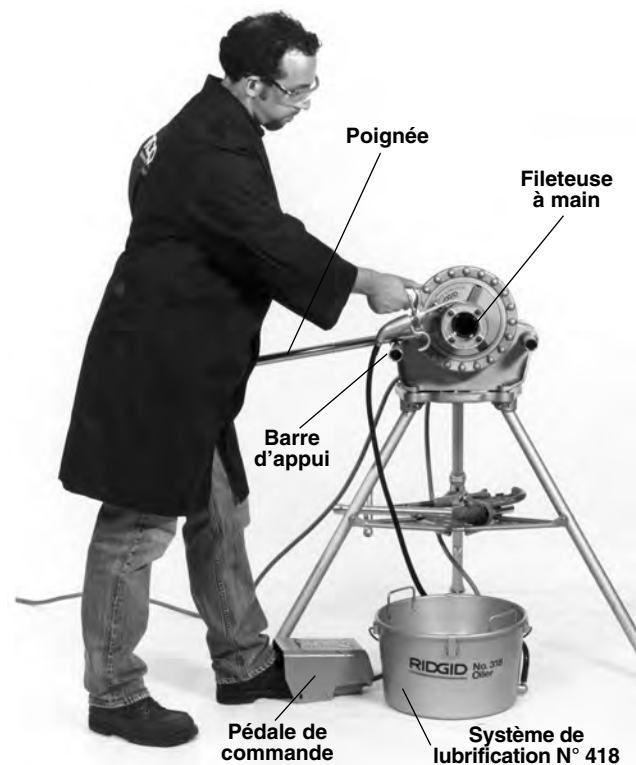

Figure 8 – Filetage à l'aide d'une fileteuse à main
- Positionnez la pédale de commande de manière à pour contrôler l'appareil, ses outils et le tuyau en toute sécurité. Comme indiqué à la (*Figure 8*), la pédale doit permettre à son utilisateur de:
3. Tenez-vous en position de travail appropriée (*Figure 8*). Cela vous permettra de maintenir votre équilibre et de contrôler l'appareil et les outils en toute sécurité.
9. Retirez votre main droite de la tête de filière et lubrifiez copieusement le tuyau d'huile pendant l'opération de filetage (*Figure 8*).